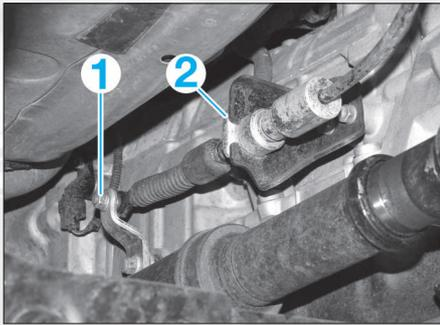

FIG. 21
- **Sous le véhicule**, retirer l'écrou (1) et le clip (2), puis séparer l'ensemble de câble de sélecteur de son support (fig. 21).
- Déposer l'écrou et le circlips et déconnecter le câble de commande de la boîte de vitesses (fig. 21).
- Reposer le câble de boîte de vitesses avec l'écrou et le circlips sur la boîte de vitesses (fig. 21).